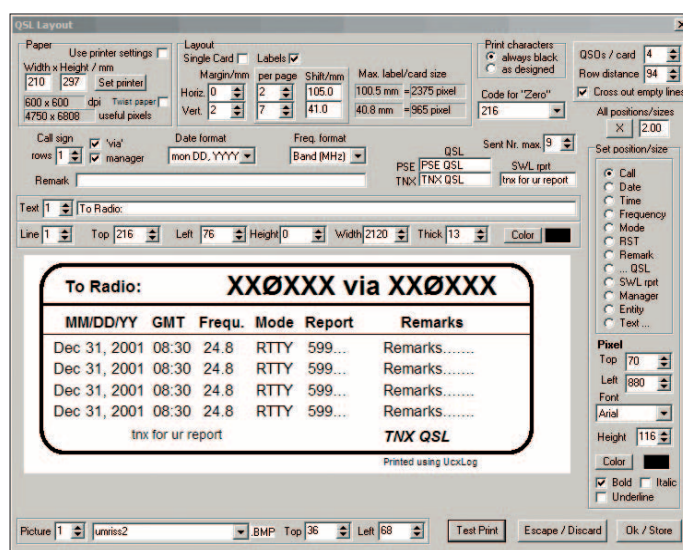

Bild 2:
Angaben für den QSL-Manager (*via*) sowie Hinweise auf eine Contest-Teilnahme lassen sich selbstverständlich ebenfalls problemlos unterbringen. Vorteilhaft: Man sieht bei jeder Änderung im Entwurf sofort das Ergebnis (10). Bild 2 zeigt exemplarisch ein QSL-Layout von